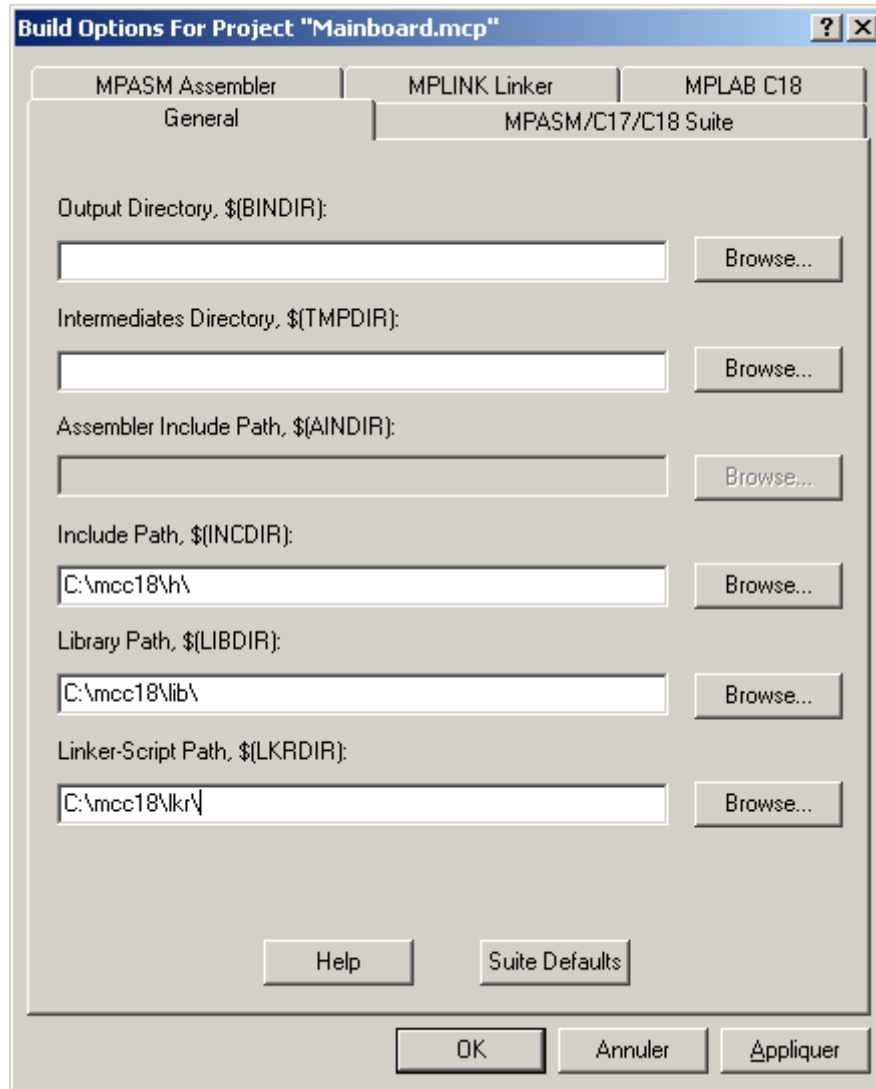

FIG. 34 – Fenêtre « Build Options » du projet
3. Dans l'onglet « General », renseignez les champs suivant, comme illustré figure 34 :